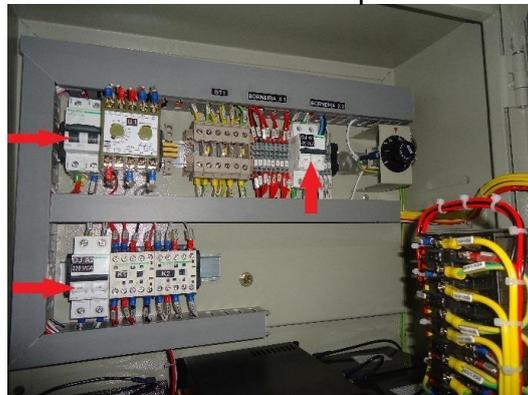

Fig.3: Painel da proteção com os disjuntores BT ligados
- Verifique se os disjuntores de baixa tensão dos compartimentos de BT (Fig.3) estão ligados;